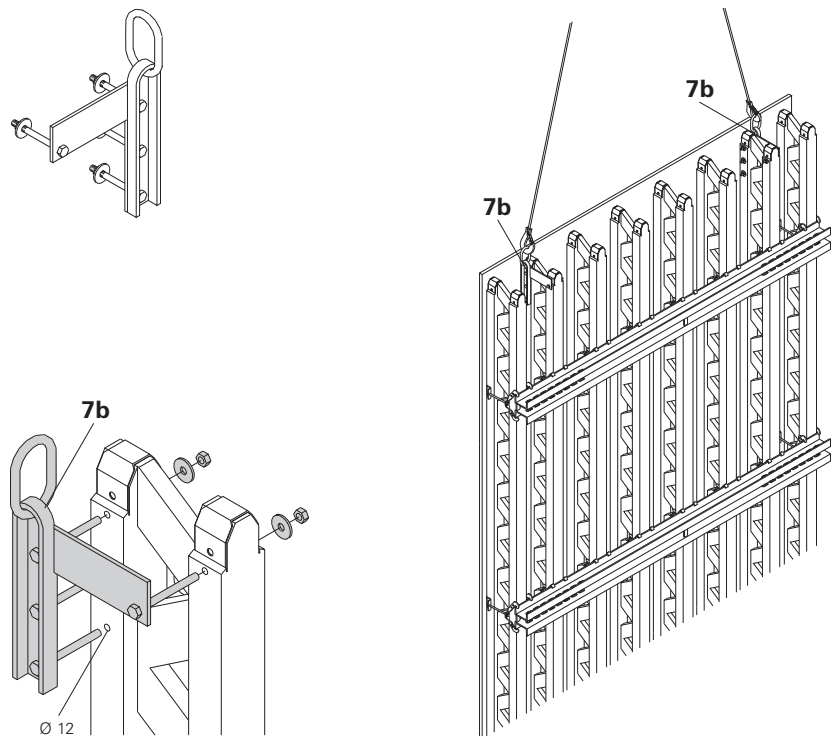

Fig. B3.02
- Monter l'anneau de levage du côté extérieur de la poutrelle. (Fig. B3.02)